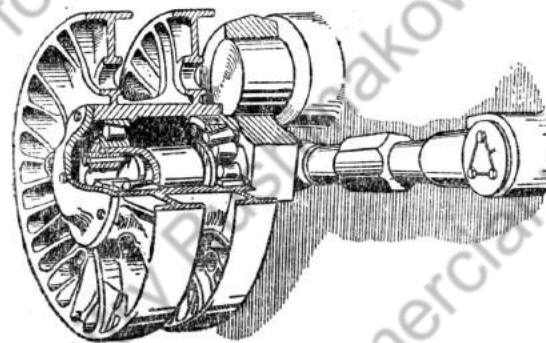
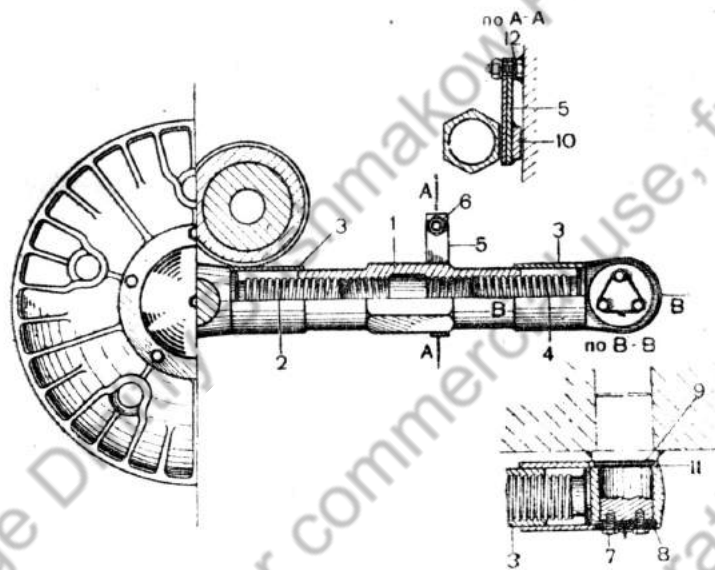

Рис. 199. Направляющее колесо с натяжным механизмом
Рис. 200. Натяжной механизм (разрез):
Натяжной механизм (рис. 199) состоит из муфты 1 (рис. 200), внутри которой имеется левая и правая резьба. На наружной поверхности муфты имеется шестигранник для поворачивания её ключом. Муфта 1 соединяется с двумя винтами 2 и 4. Винт 4
Муфта стопорится устройством, состоящим из стопора 10 (рис. 200), стопорной планки 5, болта 6 и регулировочных колец 12. Стопор 10 и стопорная планка 5 вращаются на болте 6, приваренном к корпусу танка. Между стопорной планкой 5 и головкой болта устанавливаются регулировочные кольца 12. От смещения стопорное устройство удерживается гайкой. Стопорная планка 5 ставится в случае больших зазоров между корпусом и муфтой натяжного механизма.
6. Снять регулировочные прокладки 9 (рис. 200) и уплотнительный шнур.
3. При установке нового натяжного механизма отрегулировать перпендикулярность его к оси ленивца. Допустимое отклонение на длине 500 мм не более 3 мм. Вывернуть ось натяжного механизма с помощью прокладок 9 (рис. 200).